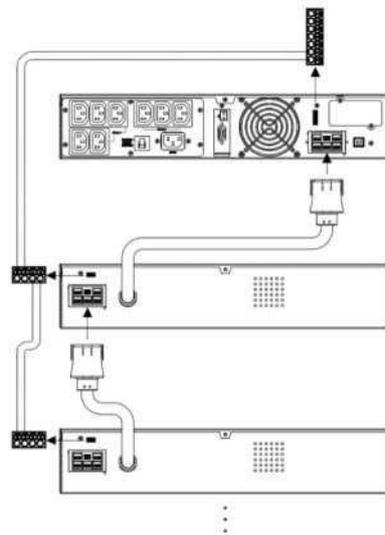

Рис. 3. Пример подключения внешнего батарейного блока к ИБП
- Найдите разъем для подключения аккумулятора, затем используйте для подключения ИБП к аккумулятору только кабель, входящий в комплект поставки завода-изготовителя или разрешенный к использованию, как показано на **рис.3** ниже. Подключите второй аккумулятор к первому, если требуется более одного.